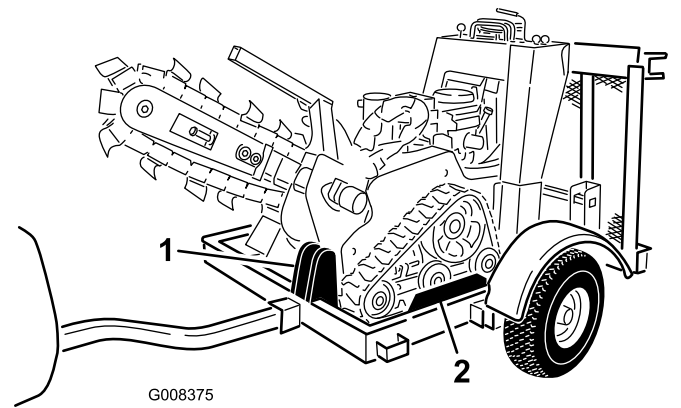

Figura 17
5. Tenga cuidado de cargar la zanjadora con las orugas entre los perfiles guía de la plataforma del remolque (Figura 17).